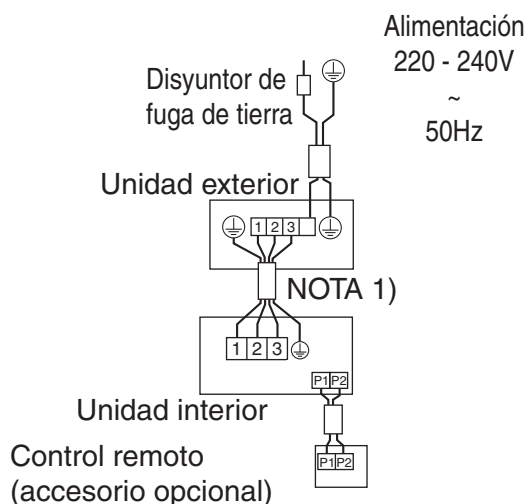

Fig. 31
- **Tipo por pares:** 1 mando a distancia controla 1 unidad interior (sistema normal). (Refiérase a la Fig. 31)